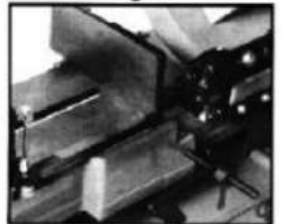

Fig.5
2. Legen Sie ein Winkelmaß wie in Abbildung 5 dargestellt an. Das Winkelmaß sollte liegen Sie ohne Lücke über die gesamte Länge des Schraubstocks und der Klinge.